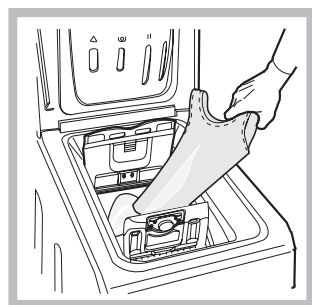

Fig. 3
C) Einfüllen der Wäsche (Abb. 3)